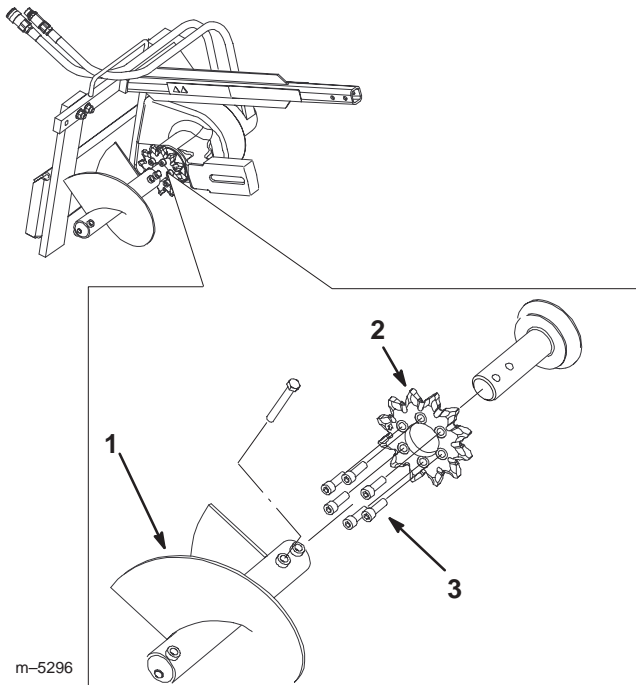

Bild 8
3. Entfernen Sie die Schuttschnecke (Bild 8).
8. Entfernen Sie die 6 Schrauben, mit denen das Antriebskettenrad abgesichert ist (Bild 8).
9. Entfernen und entsorgen Sie das Kettenrad (Bild 8).
11. Schieben Sie das neue Kettenrad auf die Welle, siehe Bild 8.
12. Drehen Sie die 6 Schrauben handfest in das Kettenrad (Bild 8).